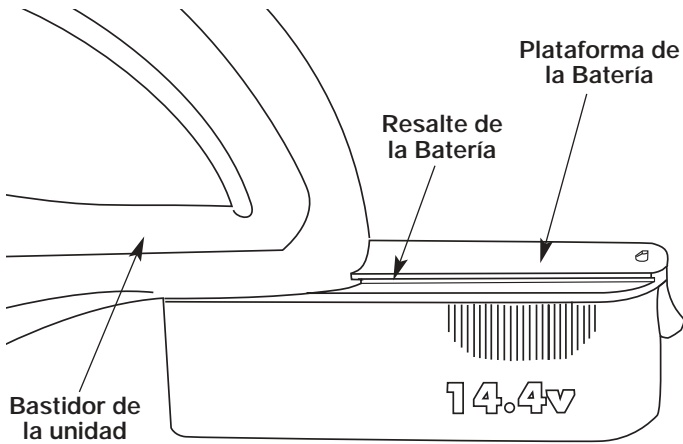

Fig. 5
- Alinee los resaltes en ambos lados de la plataforma central de la batería con la ranura ubicada en la parte posterior del bastidor de la unidad (Fig. 5).